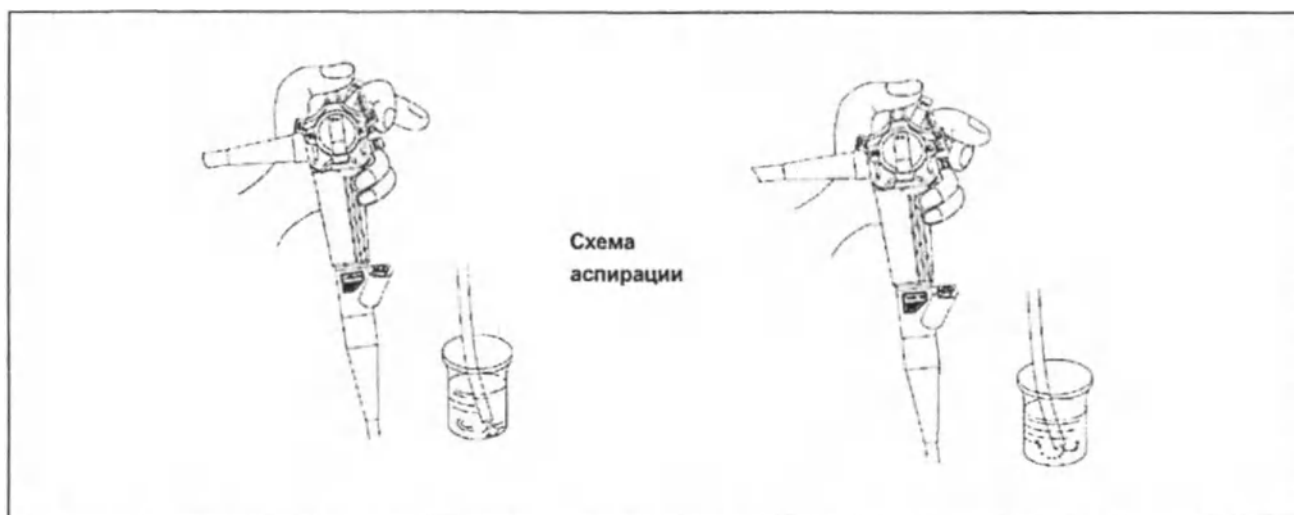

Рис.8.
- Подсоедините гибкую аспирационную трубку источника вакуума к коннектору аспирации световода на эндоскопе. Включите питание источника вакуума, затем поместите дистальный конец видеозендоскопа в воду и регулируйте аспирацию клапаном аспирации на видеозендоскопе. (см. рис. 8)
- Включите воздушный насос, клапаном подачи воздуха/воды регулируйте подачу воздуха/воды и убедитесь в правильной работе системы. (См. рис. 8 (справа))